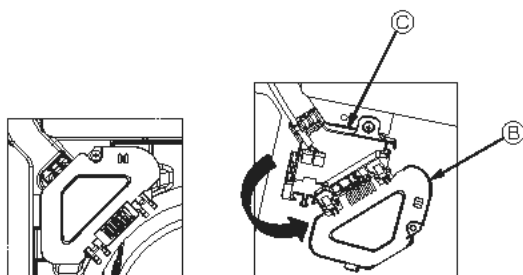

Fig. 7-5
③ Снимите один винт, которым крепится крышка коннекторной коробки, а затем откройте крышку. (Fig. 7-5)
④ Поместите переходное соединительное устройство проводных линий в коннекторную коробку.
⑤ Установите крышку проводов и крышку коннекторной коробки.